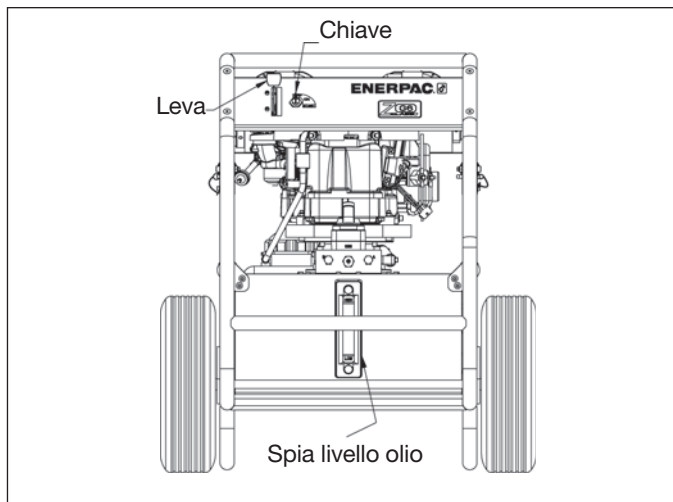

Figura 6
- c. Abbassare la leva verso il basso fino alla posizione di arresto per avere la massima prestazione. La leva può essere abbassata sotto all'arresto per il funzionamento in folle (vedere la Figura 6.)